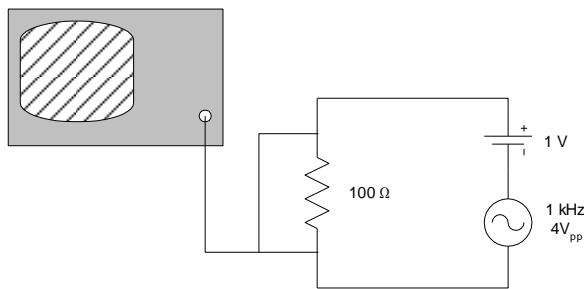

Figura 7: Circuito com fontes de tensão contínua e alternada para observação de um sinal com componente DC.
1. Monte o seguinte circuito, ligando o canal 1 do osciloscópio aos terminais da resistência (mostrado na figura 7) e o canal 2 do osciloscópio aos terminais do gerador de funções, de modo a observar os dois sinais em simultâneo. Note que é necessário colocar no mesmo ponto as terras do gerador de funções e dos dois canais do osciloscópio. Os valores da resistência, tensão DC, frequência e tensão AC do sinal são meramente exemplificativos; poderá usar outros valores.